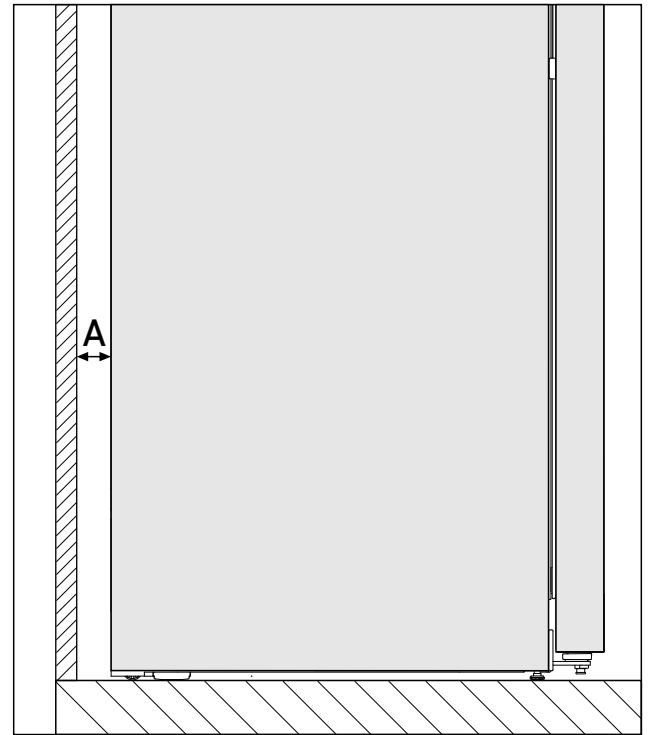

Fig. 2 \*
Het energieverbruik is bepaald met een afstand tot de muur Fig. 2 (A) tussen de apparaatachterzijde en wand bepaald. Als de afstand tot de muur kleiner is dan Fig. 2 (A) heeft dit geen invloed op de werking van het apparaat, maar bij een kleinere afstand tot de muur neemt het energieverbruik enigszins toe.